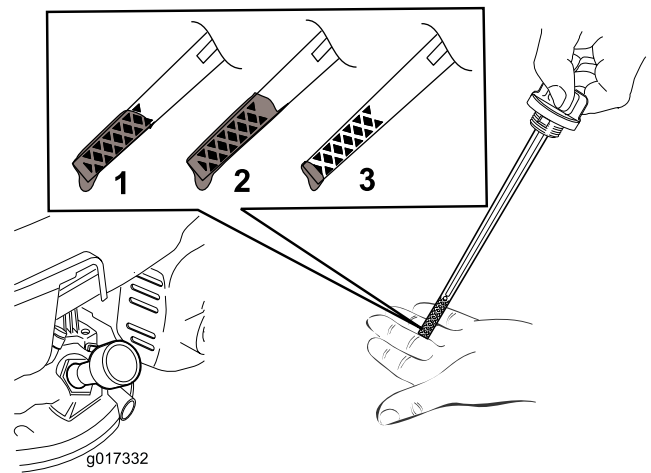

Figura 12
5. Para determinar el nivel de aceite correcto, consulte Figura 12.
**Nota:** Llene el cárter con aceite hasta que la varilla indique que el nivel del aceite del motor es correcto, según se muestra en Figura 12. Si usted llena demasiado el motor, vacíe el exceso de aceite según se indica en Cómo cambiar el aceite del motor \(página 16\).